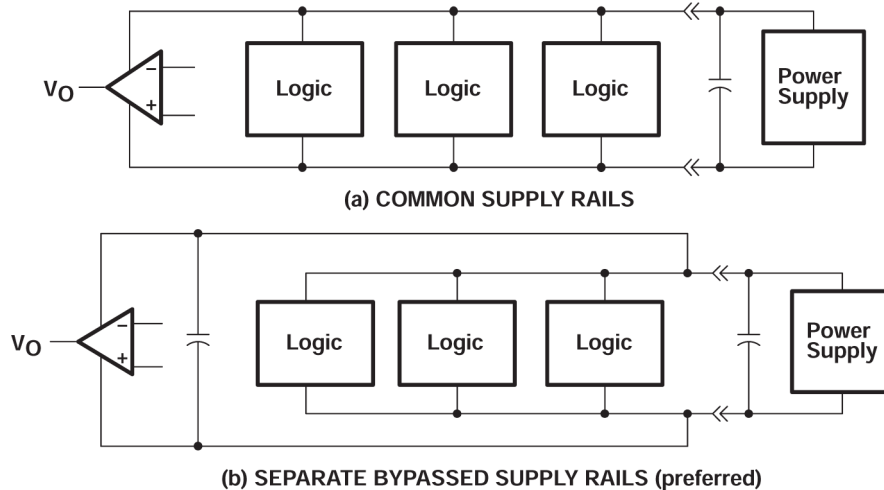

図 7-2. 一般的な電源レールと個別の電源レール
1. 独立したバイパスされた電源ラインからの電源リニア デバイス (図 7-2 を参照)。それ以外の場合は、デジタル ロジックの大きなスイッチング電流により電圧降下が発生するため、リニア デバイス電源レールが変動する可能性があります。